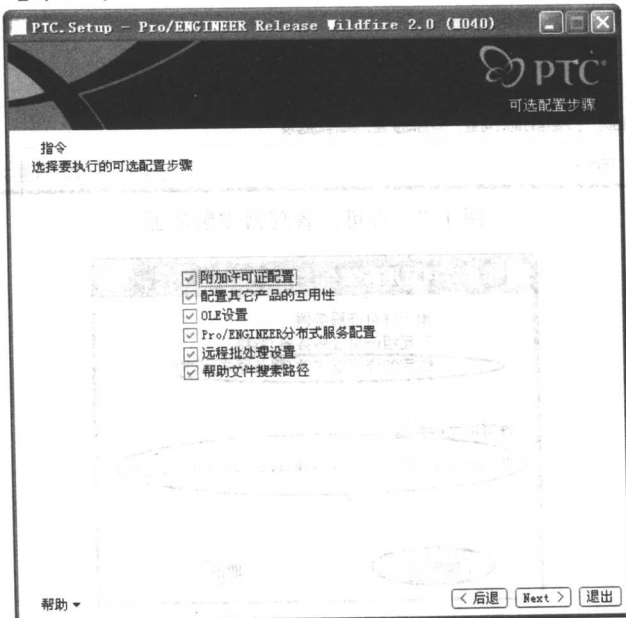

图 1-10 可选配置步骤界面
14) 选择【下一个】→ 出现如图 1-10 所示可选配置步骤界面。